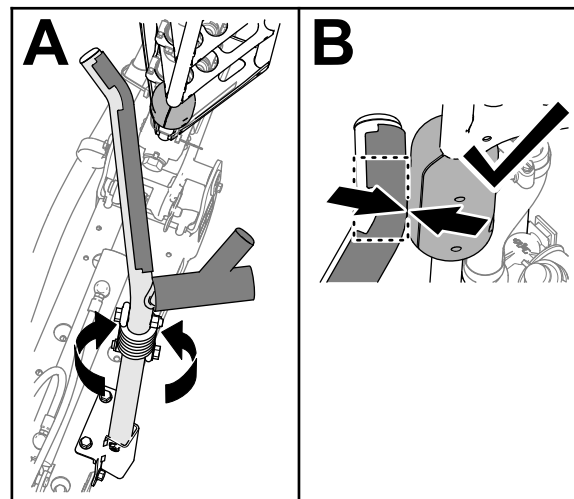

Figura 112
4. Rotii ansamblul suportului până când îndoitura din tubul suportului se aliniază cu blocul glisant de pe tubul superior al braului extern (Figura 112).
Notă: Blocurile trebuie să contacteze suportul la îndoitura din tubul suportului superior (Figura 112).